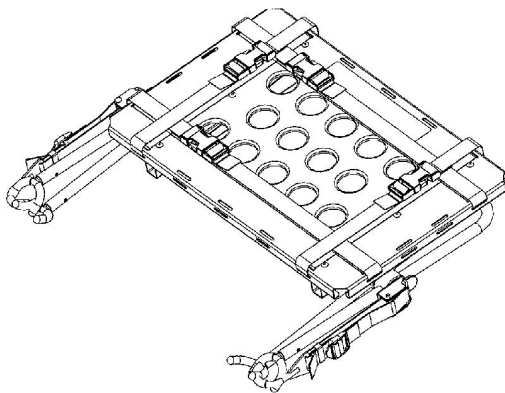

Figura 24 – Posição guardada
1. Coloque a plataforma do desfibrilhador na posição guardada (Figura 24).